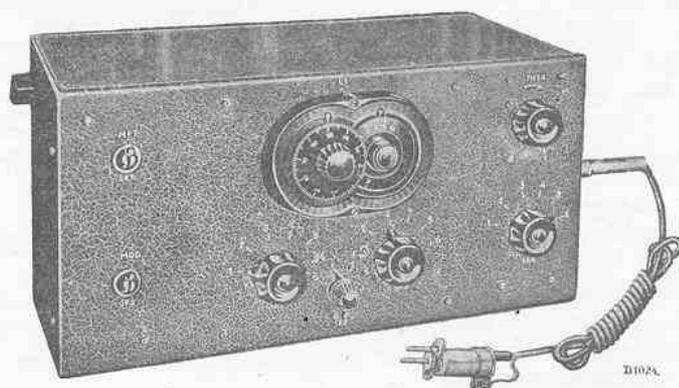

Fig. 3
1. d'un oscillateur service (G.M. 2880, fig. 3).